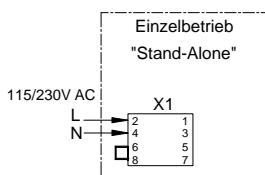

Bild 1
**Einzelbetrieb:** Im Stand-Alone-Betrieb kann die Leuchte auch als Einzelgerät betrieben werden, Anschluß **Bild 1**.
**Stand-alone operation:** In stand-alone operation the lights can also be operated as single devices, connection **figure 1**.